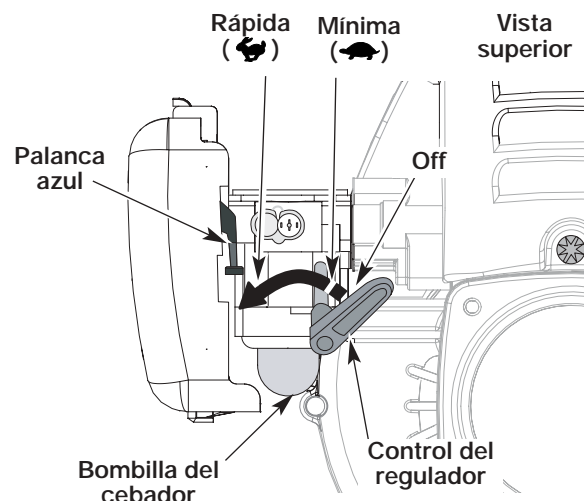
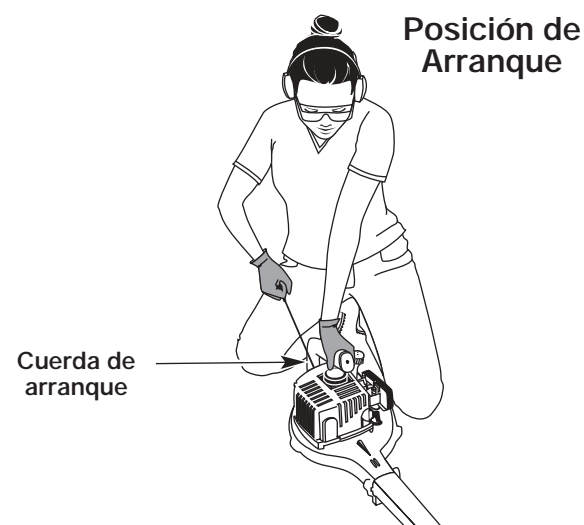

Fig. 2
Fig. 4
**ADVERTENCIA:** Evite los arranques accidentales. Esté en posición de arranque cuando hale la cuerda (Fig. 4).
4. Ponga la unidad en la posición de arranque (Fig. 4). Coloque el control del regulador en la posición de **RÁPIDA** (🔧) (Fig. 2).
1. Para apagar el soplador, mueva la palanca de control del regulador todo hacia la derecha, más allá de la posición de baja en vacío (🐢) hasta que sienta un clic. Cerciórese de mover la palanca hasta el retén de la extrema derecha para apagar la unidad (Fig. 2).